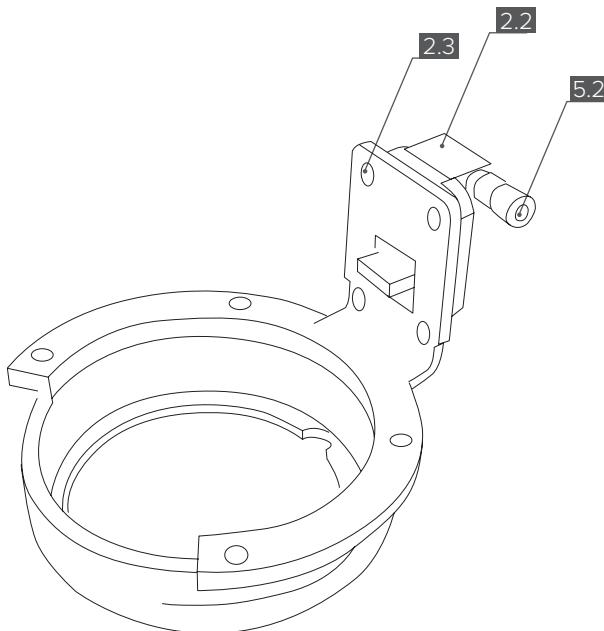

Рис. 6
1. Вкрутите в резьбовое отверстие в актуаторе **[2.2]** фитинг прямой пневматического привода **[5.2]** (**Рис. 6**).
2. Прикрепите актуатор к кронштейну корпуса подшипника **[2.1]**, при этом болты крепления актуатора M4x10 **[2.3]** не закручивайте до конца, а наживите (**Рис. 6**).